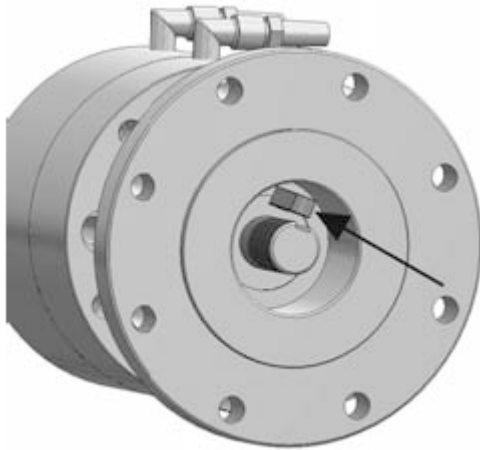

Figura 27. Chiavetta della flangia
5. Inserire la chiavetta nella gola (figura 27) e spingere la flangia fino alla fine dell'albero.